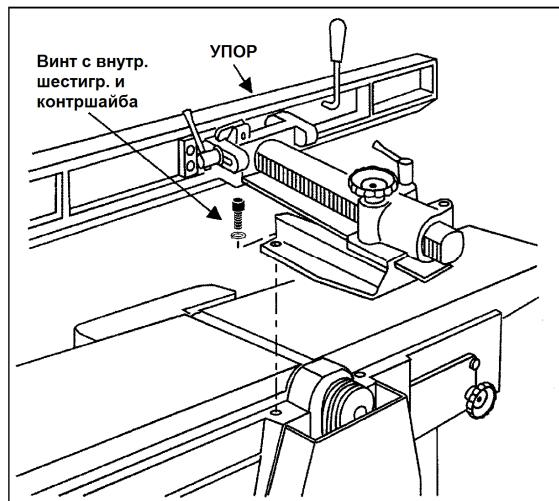

Рис. 2
- стола, как показано на Рис. 2
- Возьмите 2 винта с внутр. шестигранником и 2 контратворы (см. Рис. 2) и надежно затяните винты с помощью 10 мм шестигранного ключа.